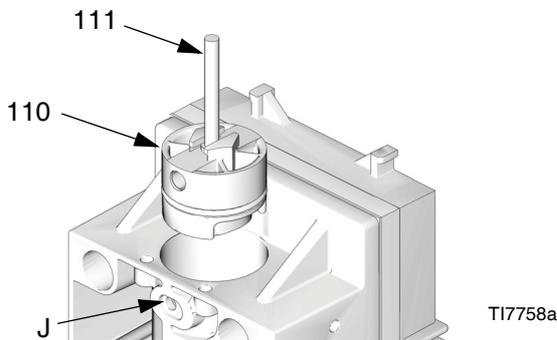

ABB. 10. Ausbau der Kolbenansschläge
3. Siehe ABB. 10. Ziehen Sie die Rückhaltestifte (111) aus ihren Löchern (J) heraus. Drehen Sie die Stifte um, und schieben Sie die Köpfe in die Schlitz auf den Anschlägen der Kolben (110). Ziehen Sie die Kolbenansschläge an den Stiften heraus.